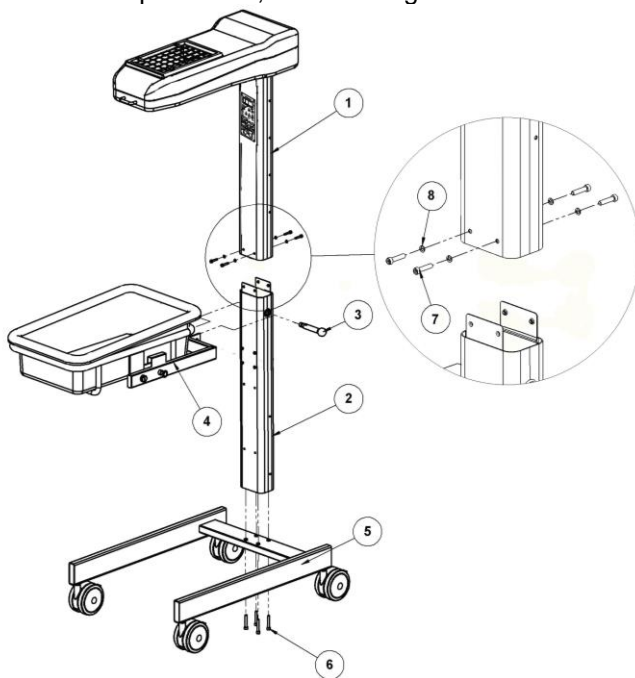

Figura 58 - Esquema de montagem com leito cuna
- 2 - Fixar a base (5) a coluna inferior (2), utilizando os parafusos e arruelas (6), conforme figura 58.
- 3 - Fixar as duas colunas (1 e 2), utilizando os quatro parafusos (7) de fixação com suas arruelas (8), conforme figura 58.
- 4 - Fixar o leito do RN (4) utilizando os parafusos, conforme figura 58.